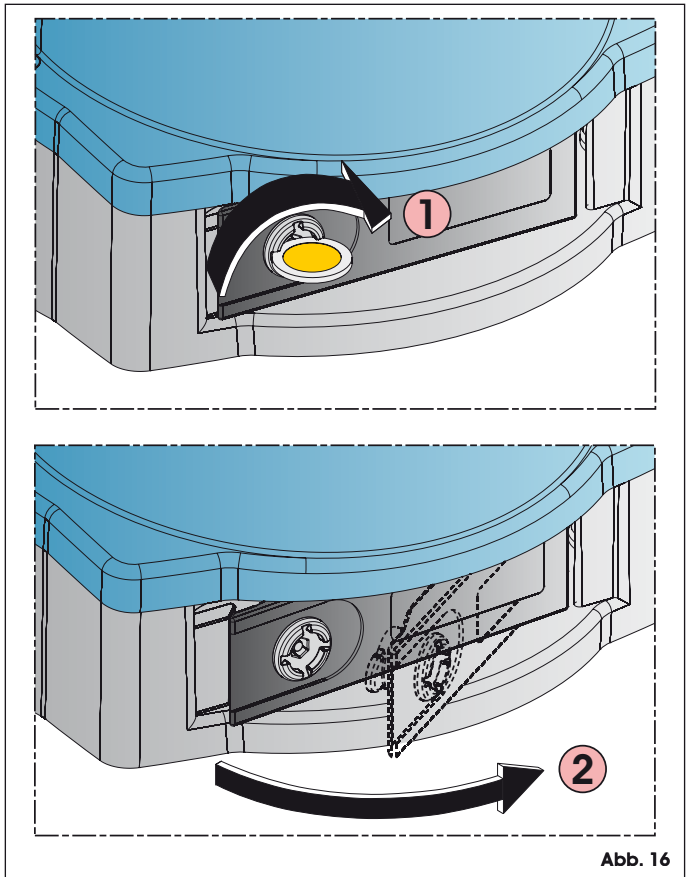

Abb. 16
1. Das Schloss mit Hilfe einer Münze im Uhrzeigersinn bis zum Anschlag drehen (Abb. 16, Bez. 1).
2. Den Hebel laut Angaben in Abb. 16 Bez. 2 ziehen.